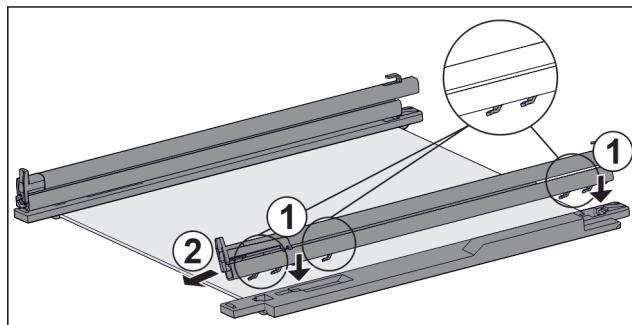

Fig. 100 Steklena plošča z vodili in držalnimi deli
► Kavelj vodila namestite na odprtine **levega** držalnega dela. Fig. 100 (1)
► Vodilo potisnite proti sprednji strani. Fig. 100 (2)
► Kavelj vodila namestite na odprtine **desnega** držalnega dela. Fig. 100 (1)